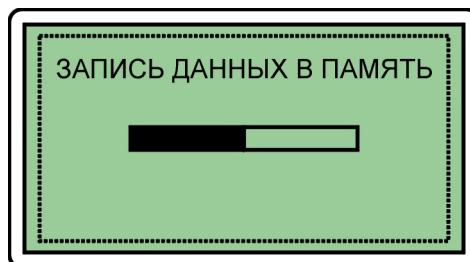

Рис. 6.10 Процесс сохранения данных
6.13.2.6 После подтверждения записи на дисплее дефектоскопа в виде темной полоски (рис. 6.10) будет отображаться процесс записи данных в память.